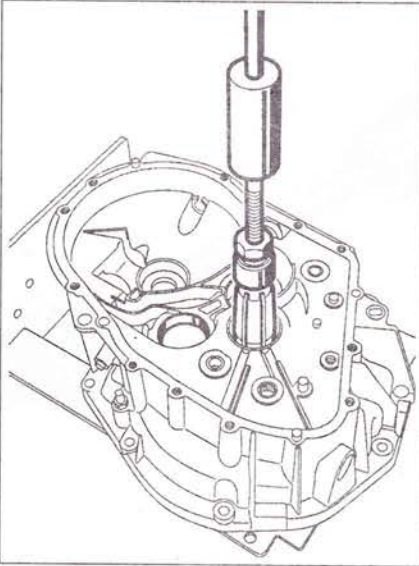

Рис. 5.79. Снимите опоры подшипников первичного вала и дифференциала с помощью съемника диаметром 42 мм и инерционного съемника.
2. Снимите опоры подшипников первичного вала и дифференциала с помощью съемника диаметром 42 мм и инерционного съемника (рис. 5.79).